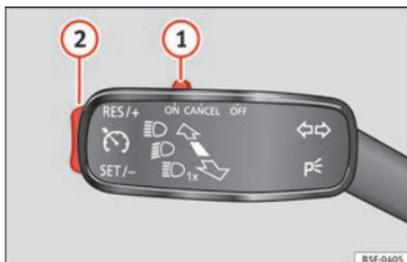

Fig. 170 Levier des clignotants et des feux de route : commande et touche basculante pour régulateur de vitesse.
- Déplacez la commande » **fig. 170** vers la gauche pour la régler sur **ON**.
- Appuyez une fois brièvement sur la partie inférieure de la commande à bascule **SET-** » **fig. 170** lorsque la vitesse à mémoriser est atteinte.
• Appuyez sur la partie supérieure de la commande à bascule **RES+** » fig. 170 ② pour augmenter la vitesse. Tant que vous maintenez enfoncée la commande à bascule, le véhicule accélère. Lorsque vous lâchez la commande à bascule, la nouvelle vitesse est mémorisée.
• Appuyez sur la partie inférieure de la commande à bascule **SET-** » fig. 170 ② pour réduire la vitesse. Le véhicule réduira la vitesse en décélérant automatiquement tant que la touche est enfoncée. Lorsque vous lâchez la commande à bascule, la nouvelle vitesse est mémorisée.
Si vous diminuez la vitesse mémorisée en appuyant sur la pédale de frein, le régulateur se désactive. Vous pouvez réactiver le régulateur en appuyant une seule fois sur la partie supérieure de la commande à bascule **RES+** » fig. 170 ②.
- lorsque la commande ① est poussée dans la direction de **OFF** sans qu'elle ne s'emboîte.
Pour récupérer le régulateur, levez le pied de la pédale de frein ou d'embrayage ou réduisez la vitesse en-dessous de 180 km/h (112 mph) et appuyez une fois sur la partie supérieure de la commande à bascule **RES+** » fig. 170 ②.
Pour **désactiver complètement** le système, déplacez la commande » fig. 170 ① vers la droite jusqu'à la butée (OFF emboîtée), ou quand le véhicule est arrêté, en déconnectant l'allumage.